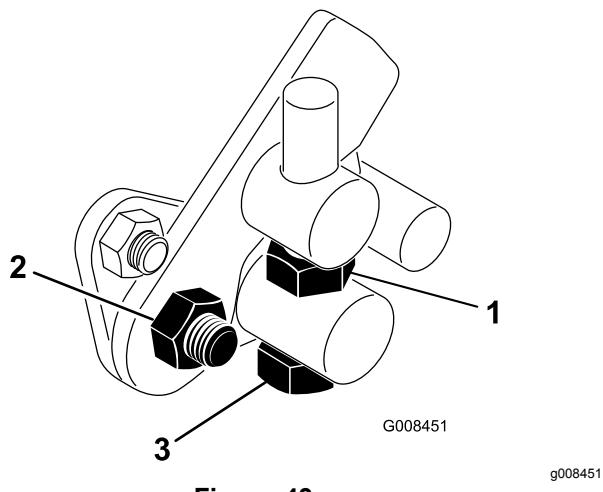

Figure 43
- Desserrez l'écrou de blocage sur le boulon de tourillon (Figure 43).
- Serrez l'écrou de blocage sur le boulon de tourillon et l'écrou sur le pivot de la pédale pour bloquer le réglage (Figure 43). Vérifiez le réglage et ajustez-le si nécessaire.